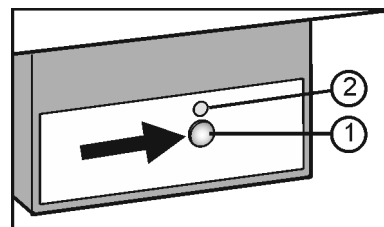

Fig. 6
- ▶ Tecla On/Off Fig. 6 (1) apertar, de modo que o LED Fig. 6 (2) fique aceso.